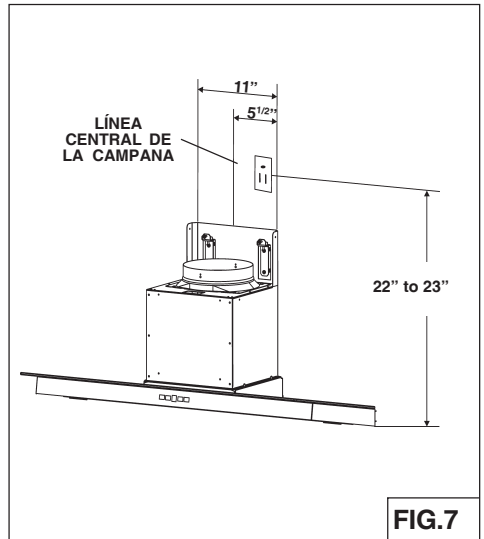

FIG.7
2. Instale una caja estándar de tomacorriente de pared de 2 x 4 pulg. (5.1 x 10.2 cm) y un receptáculo de 3 hojas de 125 V y 15 A con conexión a tierra (Fig.7).